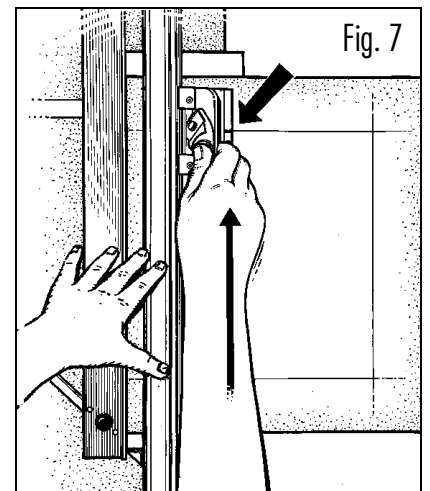

Fig. 7
- 6 Push blade into mat and push cutter along guiderail until silver line reached top pencil line. (Fig. 7)
- 6 Klinge in den Karton einstecken und Schneidkopf auf der Führungsnut soweit nach vorn schieben, bis die Start- & Stop-Markierung mit der oberen Hilfslinie übereinstimmt (Fig. 7).